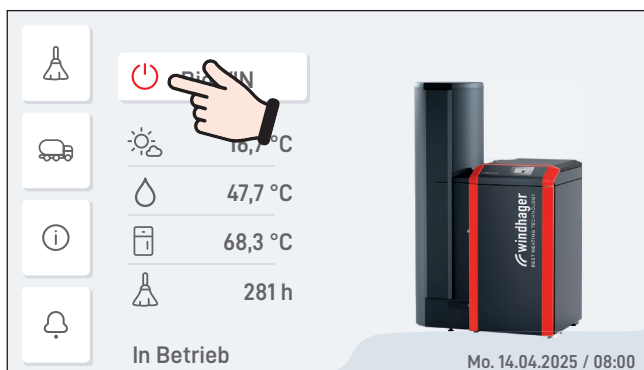

Fig. 79 Pelletskessel ausschalten (z.B. BioWIN2 DELUXE)
- ▶ Kessel mittels EIN/AUS-Taste am InfoWIN Touch ausschalten (Fig. 79 – siehe auch Bedienungsanleitung InfoWIN Touch) und warten, bis die Anzeige erloschen ist (ca. 20 min).